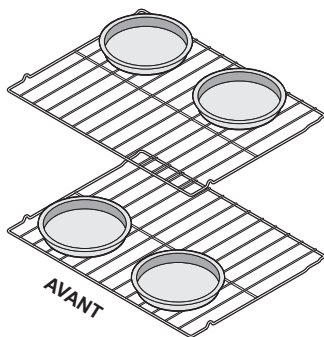

Figure 21 : Positionnement des plats de cuisson sur deux grilles
- Pour la cuisson gâteaux sur deux grilles, voir à les placer en position Figure 21.